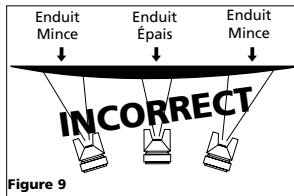

Figure 9
- Garder la buse environ 6 à 9 po de la surface de travail pendant le coup et toujours déplacer la buse pendant la pulvérisation. Arrêter le pistolet en mi coups causera un surplus de peinture et résultera en coulements. Ne pas bouger le pistolet en évanouissant d'un côté à l'autre pendant la pulvérisation. Ceci causera un surplus de peinture au centre du coups et un enduit insuffisant à chaque bout (Voir Figure 9).